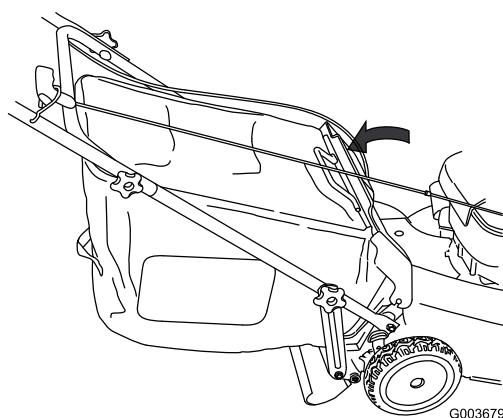

Figura 32
4. Baje la puerta trasera (Figura 32).